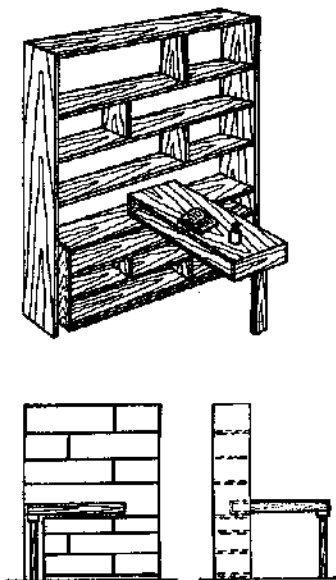

Рис. 203. Поворотный выдвижной письменный стол
**Поворотный выдвижной письменный стол.** В высоком комбинированном шкафу, который может быть расположен как у стены, так и поперек помещения (в большой комнате может одновременно служить перегородкой), можно сделать поворотный выдвижной письменный стол (рис. 203). В правой нижней части шкафа установлен шарнир-шкант